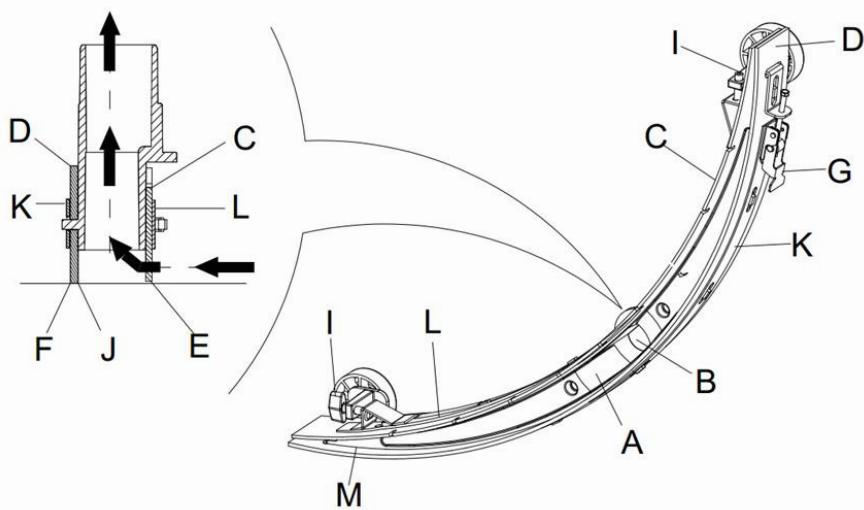

Figura 15
2. Presione el interruptor de encendido (41) en posición “O” para apagar la máquina.
3. Desenrosque el mango fijo (16) de la escobilla de goma; desmonte el conector que junta la manguera de aspiración de recuperación de la escobilla de goma y retire la escobilla.
4. Use la palanca de elevación de la escobilla (14) para levantar el bastidor de la escobilla.
5. Limpie la escobilla de goma (Figura 15). Limpie bien la ranura (A, Figura 15) la suciedad y los escombros de la manguera de aspiración. Compruebe si la lámina delantera (C) y la lámina posterior (D) permanecen intactas o si tienen grietas y bordes rotos. Reemplácelos si hace falta (refiérase a los pasos en el apartado que sigue).
1. Observando los métodos mencionados en la sección anterior, limpie la escobilla de goma (Figura 15).
2. Inspeccione el borde (E, Figura 15) en la lámina delantera de la escobilla y el borde (F) de la lámina posterior (D). A lo largo de su longitud, deben ser alineados. De lo contrario ajuste su altura conforme a los siguientes procedimientos:
- Afloje el gancho (G) para permitir que la lámina posterior de la escobilla de goma (D) quede separada del retenedor (M) para ajustar la posición de la escobilla de goma. Después de ajustar, vuelva a apretar el gancho.
- Afloje el tornillo en el mango (I) para ajustar la lámina delantera de la escobilla de goma (C); apriete el tornillo del mango después de ajustar.
3. Revise la integridad de la lámina delantera (C) y la lámina posterior (D), compruebe si hay cortaduras y fugas. Si hace falta, reemplácelos como es indicado abajo. Asegúrese de que el borde delantero (J) de la lámina posterior no esté desgastado; De lo contrario, dé vuelta a la lámina para sustituir el borde desgastado por un íntegro (el borde superior debe ser intacto). Si el borde superior también está gastado, reemplace la lámina según el siguiente procedimiento:
- Afloje el gancho (G) para permitir que la lámina de presión se separe del retenedor (M), retire la barra de ganchos (K), luego cambie o dé vuelta a la lámina posterior (D). Instale la lámina posterior de la escobilla de goma en el orden inverso del desmontaje.
- Afloje el tornillo del mango (I) y retire la barra de ganchos delantera (L), a continuación cambie la escobilla de goma delantera (C).